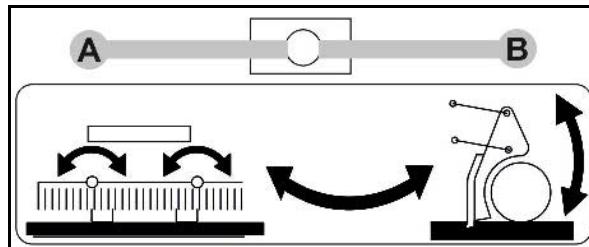

Рис. 104
- Установите шаровой кран (Рис. 104/1) в положение **A**.
- Установите шаровой кран (Рис. 104/1) в положение **B**.